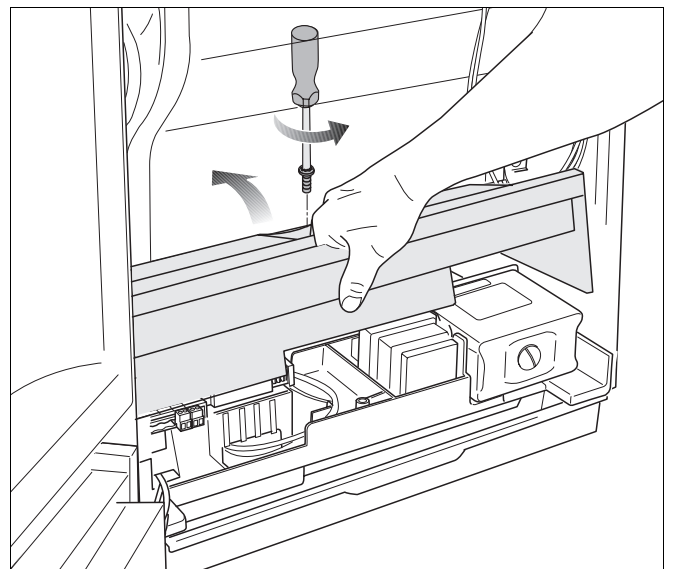

Fig. 14 Afdekkap kantelen
- Demonteer de schroef en kantel de afdekkap naar boven (fig. 14).